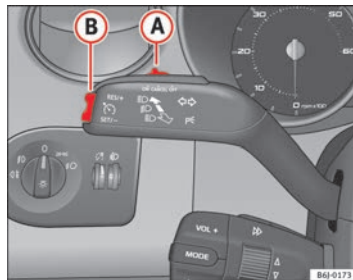

Abb. 104 Blinker- und Fernlichthebel: Schalter und Wippe für die Geschwindigkeitsregelanlage
- Schieben Sie den Schalter $\Rightarrow$ Seite 152, Abb. 104 **A** nach links auf **ON**.